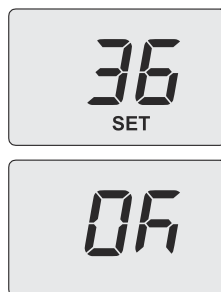

Рисунок 5.31
- За допомогою кнопок 12 або 13 (Рисунок 5.28) змініть значення параметра 10 від **00=0** с до **100=510** с (кожна одиниця збільшення або зменшення на дисплеї відповідає 5 секундам). Наприклад, **36=180** секунд. На дисплеї з'явиться повідомлення **SET** (налаштовано) (Рисунок 5.31).
- Натисніть кнопку 14 (Рисунок 5.28) для підтвердження введеного значення. На дисплеї протягом 3 секунд відобразиться повідомлення **OK** (Рисунок 5.31), після чого з'явиться список параметрів.